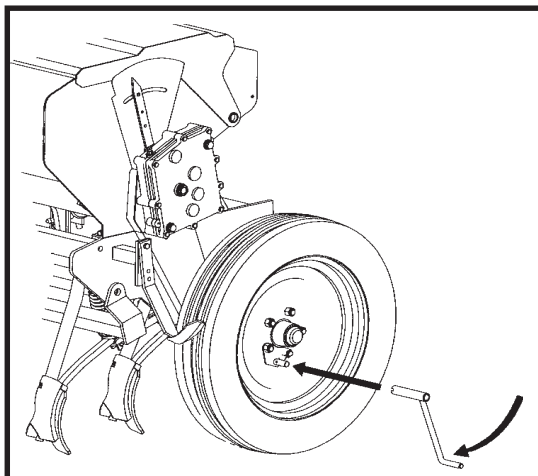

fig. 4
- 6) Avec la MANIVÈLE DE TOUR DE LA ROUE (fig. 4) on donne quelques tours à la ROUE MOTRICE (droite, en regardant la machine par derrière) dans le sens de la marche jusqu'à par tous les distributeurs sortent les semences.